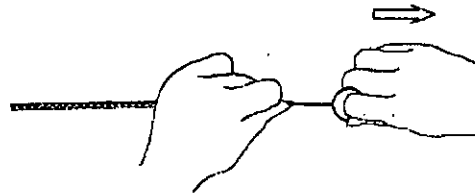

Fig.3
- Mantenga la punta de olivia con una mano, y quitar el Estilete del sistema de suministro de medicamento con la otra mano (Consulte la Fig.3)